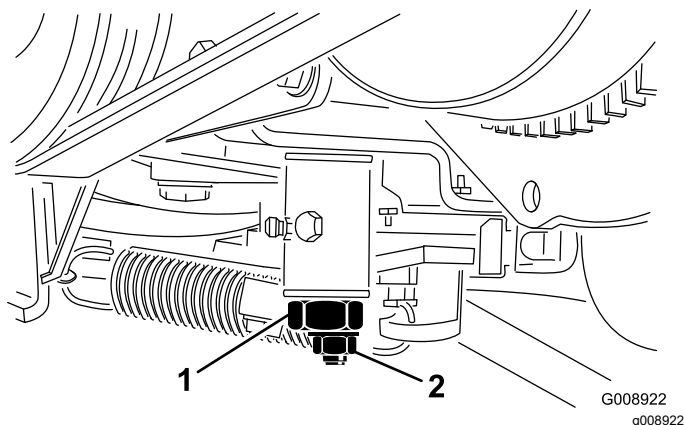

Рисунок 53
4. Ослабьте контргайку на кулачке регулировки тяги (Рисунок 53).